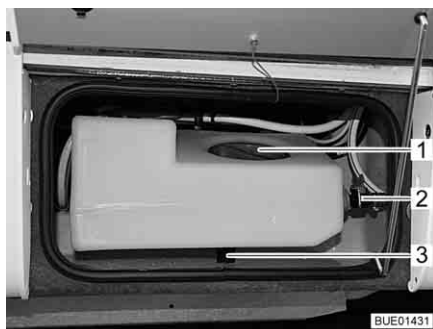
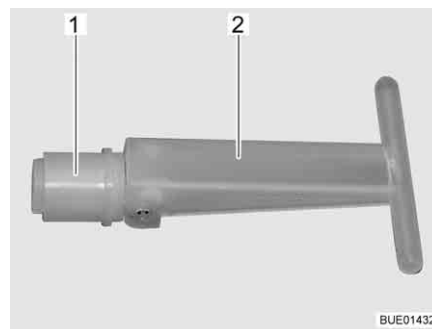

Fig. 223 Réservoir d'eau supplémentaire
Fig. 224 Bouchon de fermeture
Quand le robinet de vidange (Fig. 223,2) est ouvert, la contenance du réservoir d'eau supplémentaire est limitée à env. 30 l ; l'eau en surplus s'écoule. Quand le robinet de vidange est fermé, le volume complet du réservoir est disponible.
Quand on tire sur le bouchon de fermeture (Fig. 224,1) à l'intérieur du réservoir d'eau supplémentaire, l'eau s'écoule par l'orifice d'écoulement (Fig. 223,3). Le bouchon de fermeture est accessible par l'ouverture de service (Fig. 223,1).
- S'assurer que le bouchon de fermeture (Fig. 224,1) est fermé dans le réservoir d'eau supplémentaire (la poignée (Fig. 224,2) est rabattue).
- S'assurer que le robinet de vidange (Fig. 223,2) est fermé.
- Ouvrir l'ouverture de service (Fig. 223,1) dans le réservoir d'eau supplémentaire.
- Placer la poignée (Fig. 224,2) du bouchon de fermeture (Fig. 224,1) à la verticale à travers l'ouverture de service et retirer le bouchon.
- Ouvrir le robinet de vidange (Fig. 223,2) sur le réservoir d'eau supplémentaire.